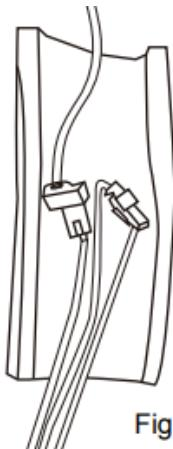

Figure 8
3. Verbinden Sie die Anschlussklemmen von Innengerät und Außengerät, siehe Abbildung 8.